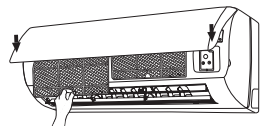

Рис.22
(3) Установите воздушный фильтр вдоль направления стрелки (Рис. 22), а затем закройте крышку панели.